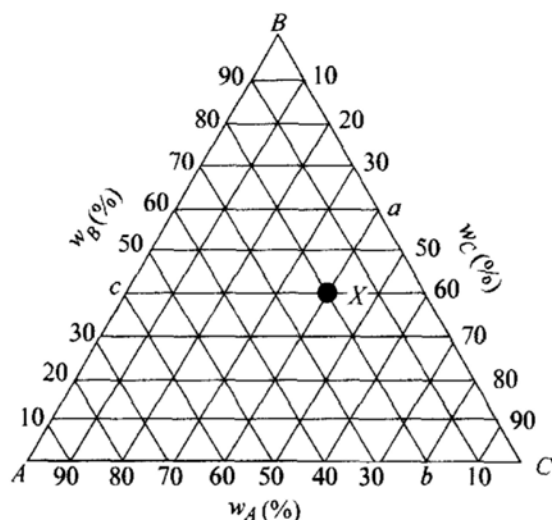

图 18-2 第一题第 6 小题图
6. 图 18-2 是 A-B-C 三元系成分三角形的一部分, 其中 X 合金的成分是 (30)。